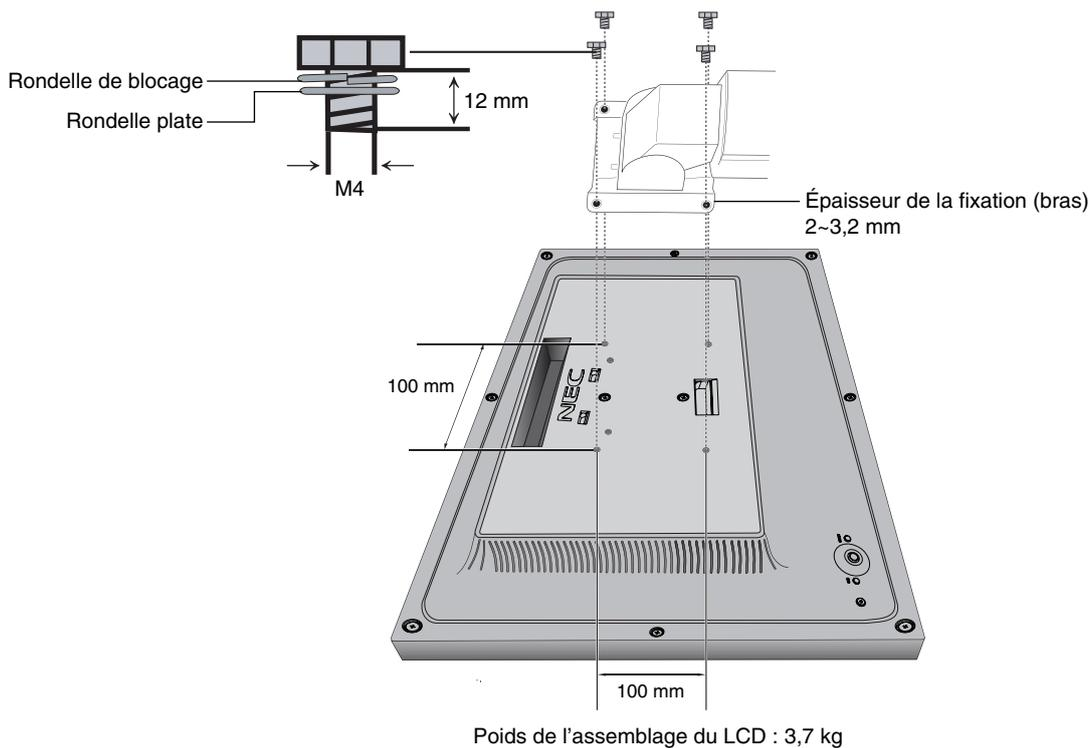

Figure F.1
2. Utilisez les 4 vis recommandées pour fixer le bras au moniteur (**Figure F.1**).